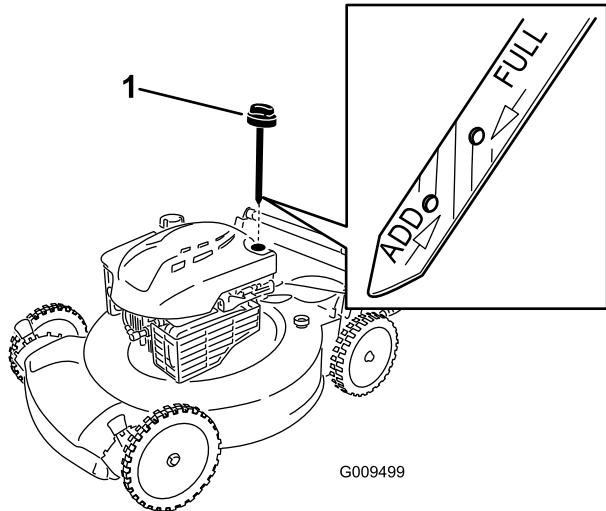

Рисунок 4
2. Выньте щуп, повернув крышку против часовой стрелки и вытянув ее (Рисунок 4).
Примечание: В случае падения уровня масла ниже минимального (отметка «Добавить» на масляном щупе), **медленно** залейте небольшое количество масла в заливную горловину маслобака, подождите 3 минуты и повторите операции 3 до 5 повышения уровня масла до максимального (отметка Полный на масляном щупе) (Рисунок 4).